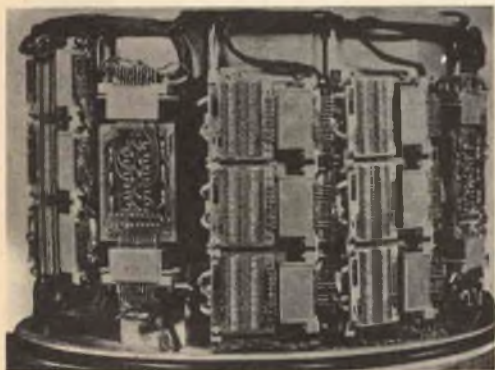
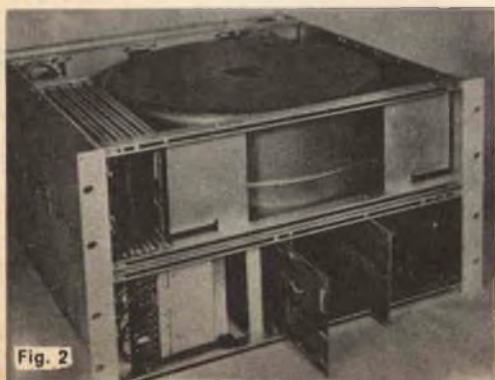

Fig. 1
Fig. 2
Particolarmente interessanti sono il sistema di memoria J101, un'unità compatta avente una capacità di 8 milioni di "bit" (fig. 1), ed il più piccolo J102 con una capacità di 1,5 milioni di "bit" (fig. 2). Ambedue i sistemi comprendono un tamburo magnetico rotante, munito di testine magnetiche flottanti su cuscinio d'aria connesse a circuiti di lettura/scrittura e degli indirizzi di settore, e si avvalgono di un metodo di temporizzazione a correzione di fase che assicura un'elevata integrità dei dati registrati entro una ampia gamma ambientale.
**Costruzione** - Il circuito della serratura (ved. *fig. 1*) si divide in due parti: la tastiera dei pulsanti ed il circuito decifratore. Le due sezioni possono essere poste vicine o lontane tra loro, a seconda delle necessità. Si può usare un mobiletto di qualsiasi tipo; sarà bene tuttavia racchiudere il circuito in modo che non possa essere manomesso. Il montaggio della tastiera dipende dalla applicazione che se ne vuol fare. I quattordici diodi controllati (da D1 a D14) possono essere di qualsiasi tipo, purché abbiano una tensione inversa di rottura di almeno 12 V.
Fig. 1 - I terminali 1, 2, 3, 4 (in basso nella figura) rappresentano le quattro entrate sequenziali; essi si collegano a quattro qualsiasi terminali da 0 a 9 della figura di pag. 61. Quando i giusti pulsanti (S1 ÷ S10) vengono premuti nel giusto ordine, Q2 conduce. SCR1 è il generatore di tempo.
Un'interessante possibilità consiste nell'usare ventisei pulsanti contrassegnati con le lettere da A a Z. Il numero delle combinazioni diventa allora 456.976 e come codice può essere usata una parola di quattro lettere. A sei secondi per tentativo occorrerebbero 761 ore per tentare tutte le combinazioni possibili. Stadi di registro di numeri identici agli stadi SCR3 e SCR4 possono essere aggiunti facilmente. Il circuito della fig. 1 può consentire l'aggiunta di due soli stadi in più senza dover ricorrere a modifiche circuitali per assicurare un funzionamento stabile e sicuro.